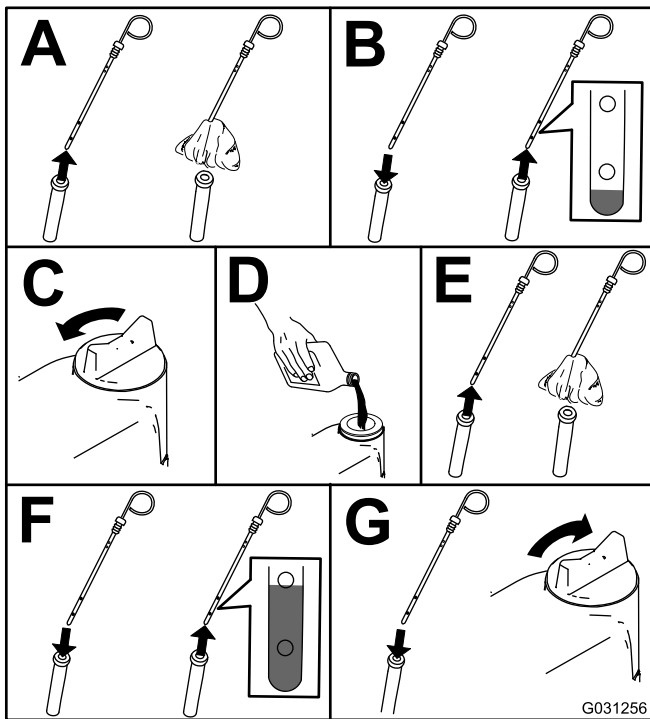

Bild 50
2. Prüfen Sie den Ölstand im Motor (**Bild 50**).